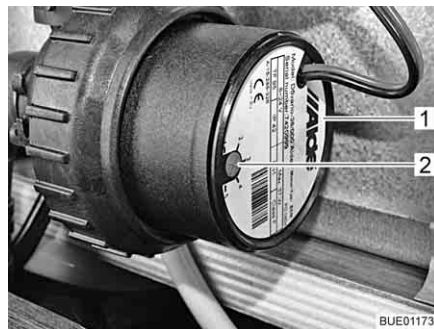

Fig. 189 Redução do número de rotações
Com o regulador rotativo (Fig. 189,2) pode ser regulado o número de rotações da bomba de recirculação. A um número reduzido de rotações, reduzem-se também os ruídos de funcionamento da bomba.
O regulador rotativo encontra-se na bomba de recirculação (Fig. 189,1).
- Rode o regulador rotativo (Fig. 189,2) em sentido inverso ao dos ponteiros do relógio. A potência reduz-se.